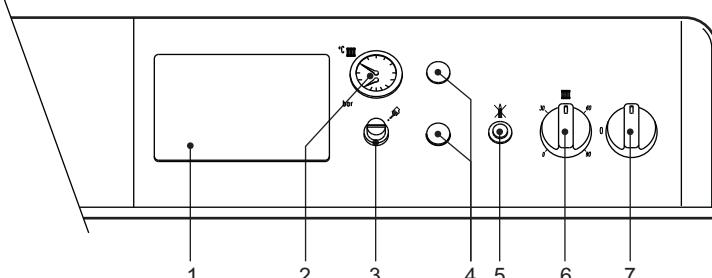

fig. 1 - Pannello comandi
- Portare l'interruttore di caldaia "7" sulla posizione 1 (fig. 1).
- Qualora la caldaia venga dotata di una centralina elettronica termostatica, montata in posizione 1 di fig. 1, l'utente dovrà tenere conto anche delle istruzioni fornite dal costruttore della stessa.
Ruotando la manopola 6 di fig. 1 in senso orario la temperatura dell'acqua di riscaldamento aumenta, in senso antiorario diminuisce. La temperatura può essere variata da un minimo di 30° ad un massimo di 90°. Consigliamo comunque di non far funzionare la caldaia al di sotto dei 45°.
Impostare tramite il termostato ambiente la temperatura desiderata all'interno dei locali. Su comando del termostato ambiente la caldaia si accende e porta l'acqua impianto alla temperatura impostata dal termostato di regolazione caldaia 6 di fig. 1. Al raggiungimento della temperatura desiderata all'interno dei locali il generatore si spegne.
La pressione di caricamento ad impianto freddo, letta sull'idrometro caldaia part. 2 di fig. 1, deve essere di circa 1,0 bar. Qualora durante il funzionamento la pressione dell'impianto scendesse (a causa dell'evaporazione dei gas disciolti nell'acqua) a valori inferiori al minimo sopra descritto, l'utente dovrà, agendo sul rubinetto di caricamento, riportarla al valore iniziale. A fine operazione richiedere sempre il rubinetto di riempimento.